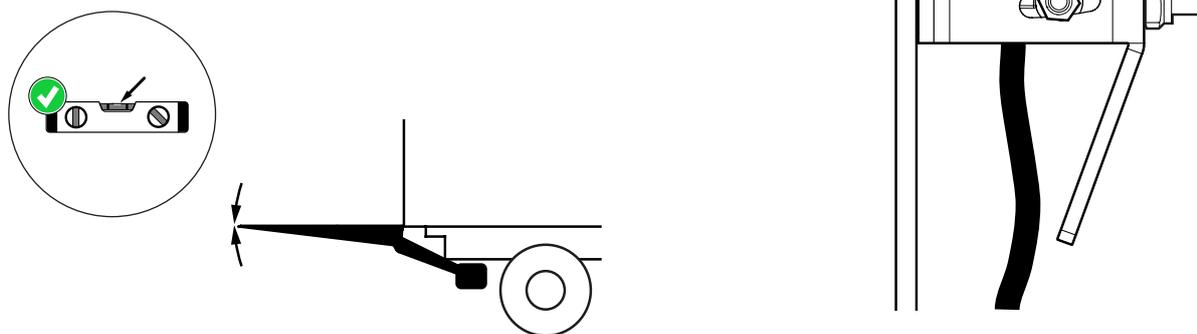

Abbildung 59. Justieren des Neigungswinkels für die Kippautomatik
1. Lösen Sie die beiden Schrauben, ohne sie zu entfernen, siehe Abbildung 59.
2. Stellen Sie den Winkelsensor auf den gewünschten Winkel ein, siehe Abbildung 59.